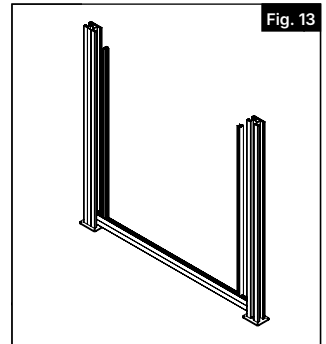

Fig. 13
- 9.** From the infill kit, install the two 62" post channels into the post. The bottom of the channel should sit on top of the bottom rail bracket from the hardware kit, use one (1) #10 x 3/4" screw and attach post channel to post near the center (Fig. 13). When using wood boards you must use wood insert kit (sold separately).
Desde el kit de relleno, instalar los dos canales de poste de 62" en el poste. La parte inferior del canal debe quedar sobre el soporte del riel inferior del kit de herrajes. Utilizar un (1) tornillo N° 10 x $\frac{3}{4}$ " y fijar el canal del poste al poste cerca del centro (Fig. 13). Cuando utilice tableros de madera, debe utilizar el kit de inserción para madera (se vende por separado).